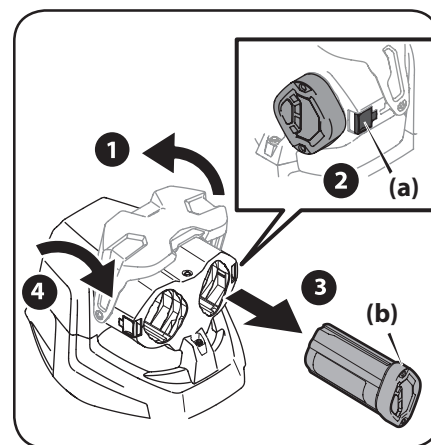

Figura 3-3
2. Presione la lengüeta de liberación de la batería (a). Consulte el recuadro de la Figura 3-3.